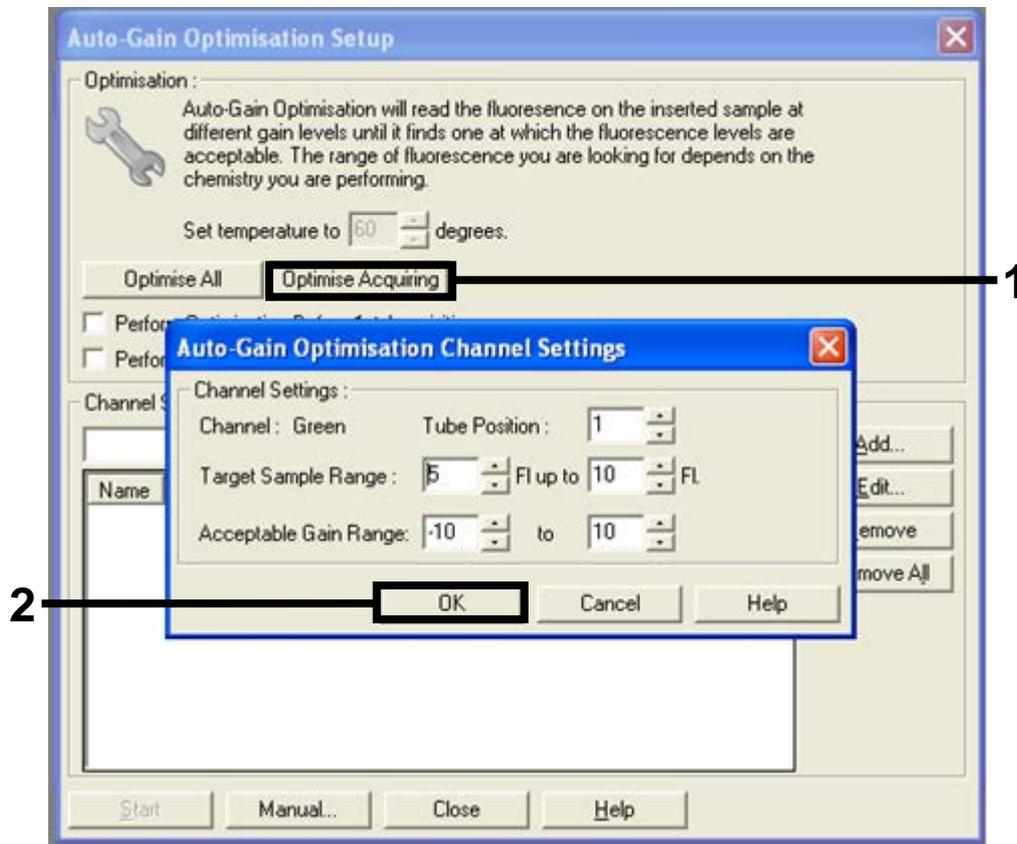

Figura 31. Ottimizzazione automatica del guadagno per il canale verde. 1 = pulsante "Optimise Acquiring" (Ottimizza acquisizione); 2 = pulsante "OK".
13. Fare clic sul pulsante "Optimise Acquiring" (Ottimizza acquisizione). Per ogni canale vengono visualizzate le impostazioni corrispondenti. Accettare i valori predefiniti facendo clic su "OK" per entrambi i canali (Figura 31).